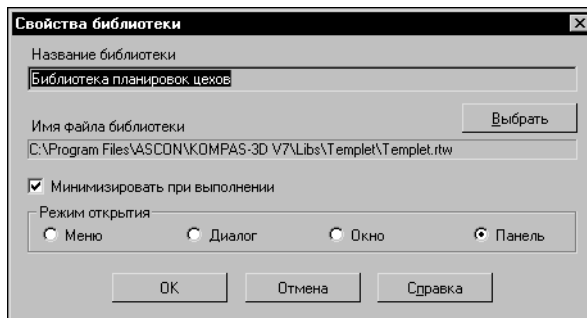

Рис. 1.8. Диалог **Свойства библиотеки**
4. В появившемся на экране диалоге **Свойства библиотеки** (рис. 1.8) выберите режим работы библиотеки.